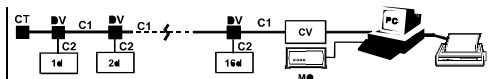

Figura 10: Rete RS422 con modem e stampante
6. **nella rete 422 in corrispondenza dell'ultimo box di derivazione usare il terminatore di linea (Figura 10).**